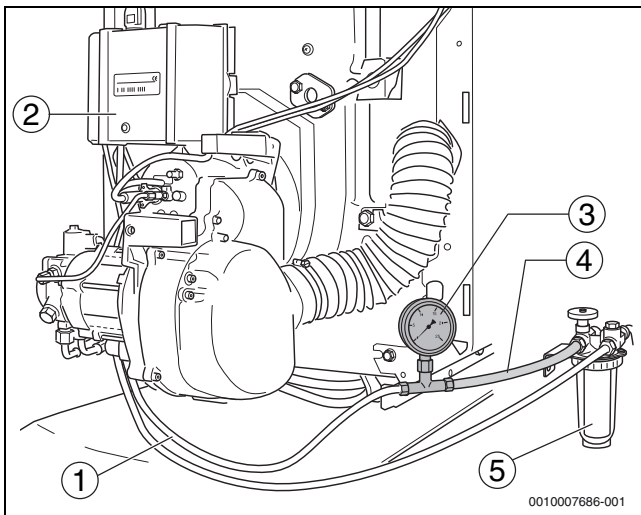

Рис. 20 Топливный фильтр, вакуумметр и прозрачный шланг (представлено: 18–49 кВт)
- ▶ Подсоедините вакуумметр (→ рис. 20, [3]) с прозрачным шлангом (→ рис. 20, [4]; дополнительное оборудование) между топливным фильтром (→ рис. 20, [5]) и всасывающим топливопроводом (→ рис. 20, [1]).
- ▶ Контролируйте отсутствие пузырьков воздуха во всасываемом топливе, идущему по прозрачному шлангу (→рис. 20, [4]).
- ▶ Закройте запорный кран на топливном фильтре (→рис. 20, [5]) и демонтируйте прозрачный шланг (→рис. 20, [4]) с вакуумметром (→рис. 20, [3]).
- ▶ Подсоедините всасывающий топливопровод (→рис. 20, [1]) к штуцеру на топливном фильтре.